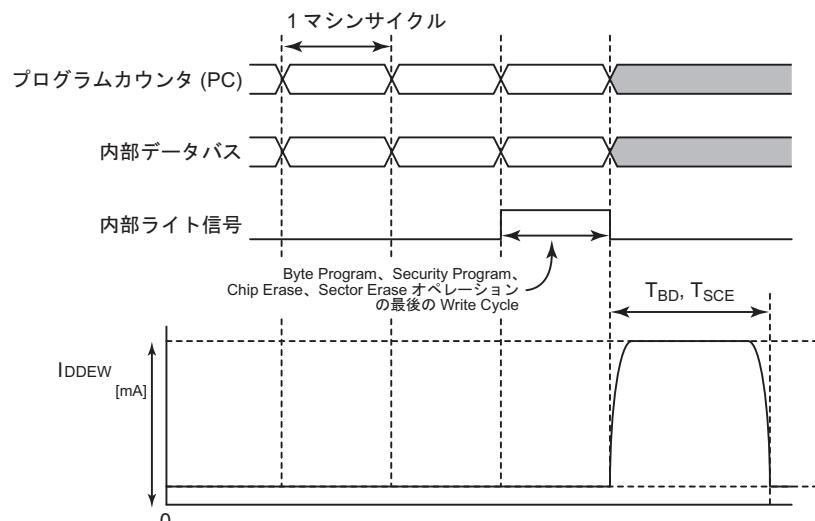

図 25-5 フラッシュメモリの消去、書き込み時の電流
- 注8) フラッシュメモリに対して、書き込み、消去、あるいはセキュリティプログラムを行うと、瞬間に図 25-5 のようなピーク電流が流れます。